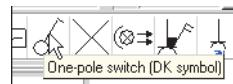

Рис. 5
- 1** – Щелкаем мышкой на символе выключателя (**рис. 5**). Символ захватывается в перекрестье прицела.